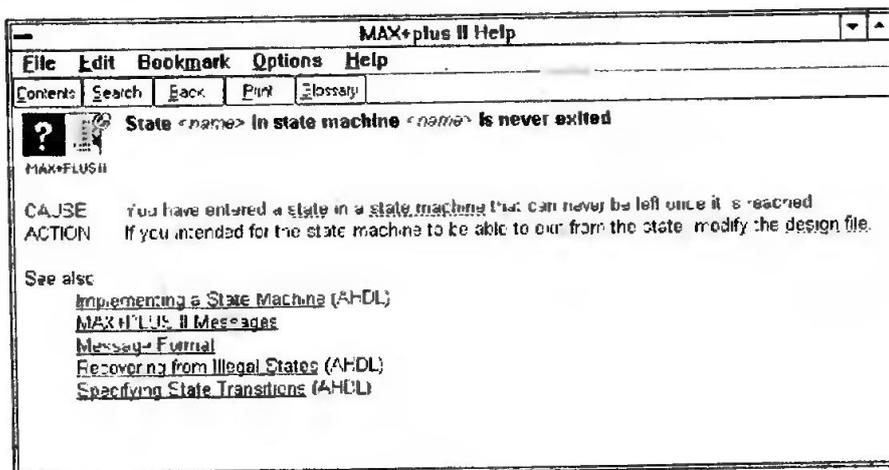

Рис. 2.42
2. Нажмите кнопку **Help on Message** в окне процессора сообщений. Процессор сообщений откроет окно справочной системы MAX+plus II, в котором будет информация о причине сообщения и действиях, которые вы должны предпринять для ее устранения. На рис. 2.42 показан раздел справочной системы для первого сообщения из окна процессора сообщений.